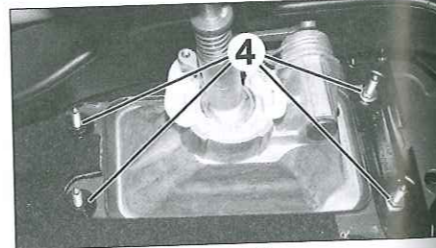

Fig. 11
- Desmontar los insonorizantes (3) del mando de velocidades.
- Desmontar las 4 tuercas (4) (Fig.11).